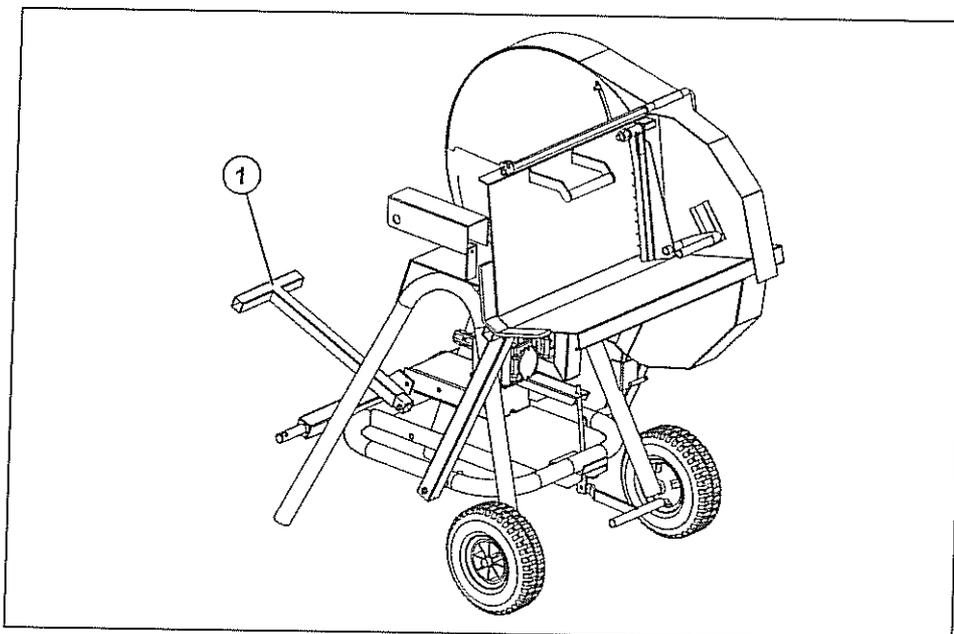

Fig. 5
- ♦ La manutention de la machine doit être exclusivement manuelle, en faisant glisser la flèche fournie avec la machine (1-Fig. 5).
La machine est livrée complète; il est nécessaire d'utiliser la flèche spéciale de type extractible pour les opérations manuelles de positionnement (1 Fig. 5).